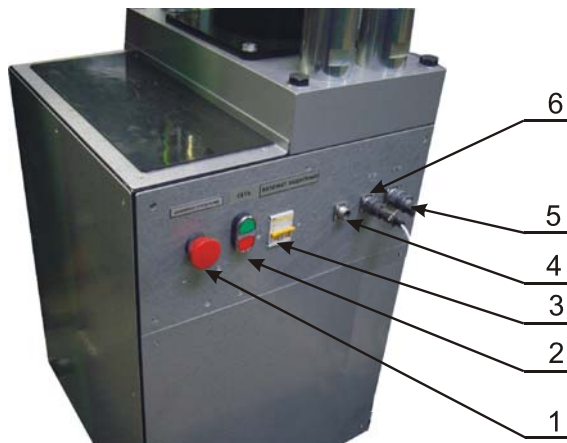
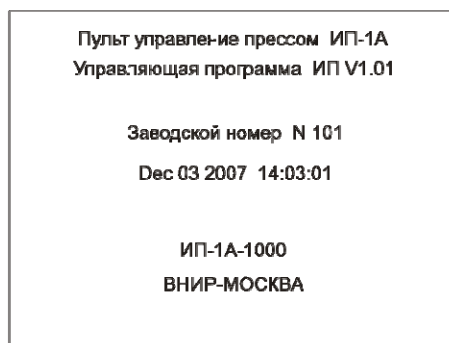
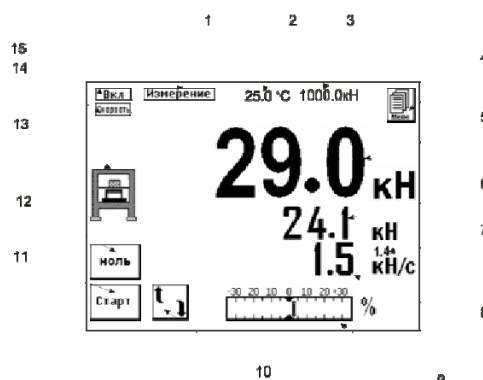

Рисунок 6.2. Насосная установка.
Рисунок 6.3. Заставка пульта управления при включении.
Рисунок 6.4 Вид дисплея пульта управления в рабочем режиме.
6.4. Включить защитный автомат п.3 рис.6.2.
6.5. Подключить машину к электросети нажав на кнопку включения «» п. 2 рис.6.2 при этом должен засветиться дисплей блока управления п.9 рис.4.1 и на нем, на несколько секунд, должна появиться надпись рис. 6.3, далее пресс выйдет в рабочий режим рис. 6.4.
7.1.8. Выключить пресс, нажав на кнопку выключения «» п. 2 рис.6.2.
7.1.9. Выключить защитный автомат п.3 рис.6.2.
7.1.10. Для аварийного отключения пресса нажать кнопку «Гриб» п.1 рис.6.2.
7.2.9. Выключить пресс, нажав на кнопку выключения «» п. 2 рис.6.2.
7.2.10. Выключить защитный автомат п.3 рис.6.2.
7.2.11. Для аварийного отключения пресса нажать кнопку «Гриб» п.1 рис.6.2.